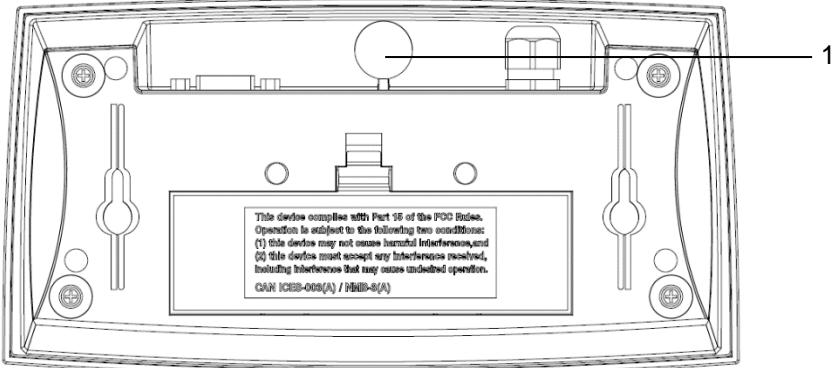

Figura 5-2: Sellado mediante papel de la báscula Defender 2500
-- Sellado mediante papel: fije el papel de sellado en el tornillo avellanado que se muestra en la figura 5-2.